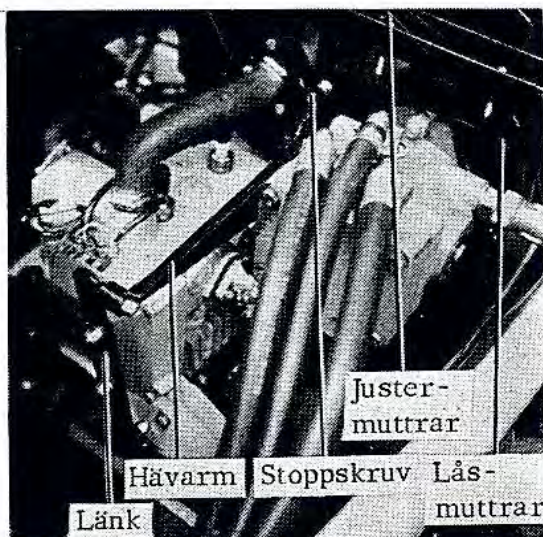
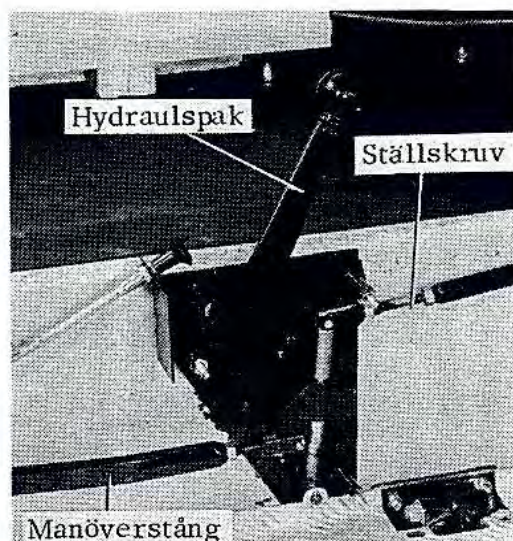

Bild 6. Hydraulreglage.
Bild 7. Hydraulreglage.
2. För upp hävarmen, bild 6, mot stopp och kontrollera att hydraulmotorn står stilla även vid högt motorvarv. Justera om så erfordras med stoppskruven.
- Lossa de två låsskruvarna i den lodräta länk som förbinder hävarmen med manöverstången, bild 7. Ställ in längden på länken (långhål). Om inte långhålen räcker till kan manöverstångens längd ändras.
- Skruva ut stoppskruven, bild 6, 1/2 varv för att få förspänning på reglaget.
5. Ställ hydraulspaken i bakre läget. Trampa ned hydraulpedalen och kontrollera att hävarmen, bild 6, går mot stopp. Justera om så erfordras med ställskruven, bild 7.
Remmarna är rätt spända när de kan tryckas in ca 15 mm mellan remskivorna. Justera remspänningen om så erfordras med justermuttrarna, bild 6. Lossa först låsmuttrarna.